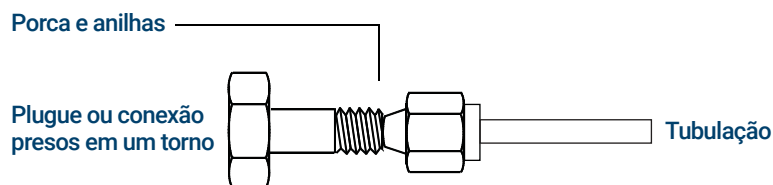

Figura 24. Montar a conexão
- 3 Pressione a tubulação no plugue de aço inoxidável. Consulte **Figura 24**.